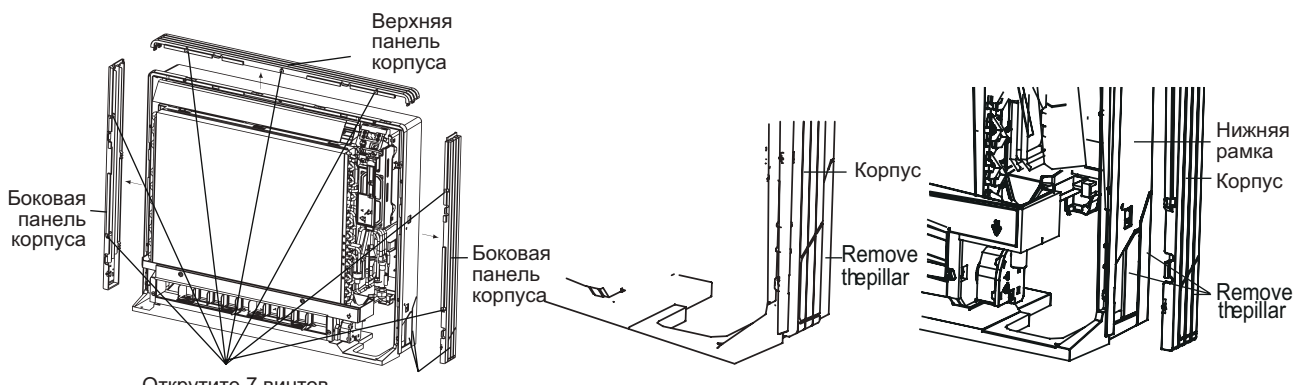

Рис. 10.40
• Снимите боковые панели, открутив 7 винтов (см. рис. 10.40).